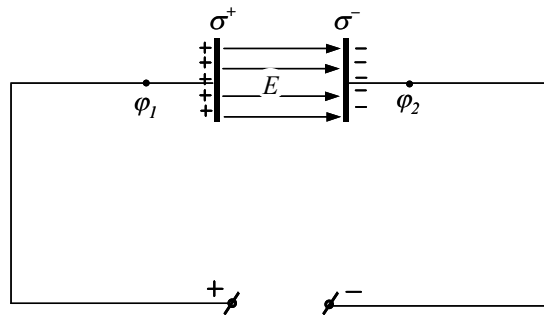

Рис.1
Емкость проводника зависит от его формы, размеров его поверхности, от диэлектрической проницаемости окружающей среды и от расположения окружающих проводников. Большая емкость проводника позволяет накапливать большие заряды при низком потенциале. Большими емкостями обладают системы проводников, разделенные диэлектриком; такие системы называются конденсаторами (рис.1). Широкое применение в технике имеют конденсаторы
Известно, что для прохождения постоянного тока по цепи её необходимо замкнуть. Поскольку в конденсаторе между обкладками находится слой диэлектрика, то следовательно, постоянный ток через конденсатор проходить не будет. При подключении конденсатора к источнику постоянного тока с электродвижущей силой равной  $E$  (э.д.с.) к обкладкам конденсатора притечет некоторое количество электричества  $q = C \cdot E$  (рис. 1), после чего ток прекратится, так как на обкладках возникает напряжение  $U$ , равное по величине э.д.с. и обратного ей направления.
1. Соберите схему установки (рис. 1).
8. Рассчитайте значение неизвестной емкости конденсатора по формуле (6) и вычислите его среднее значение.
11. По расчетной формуле (6) подсчитать  $C_x^1$  и  $C_x^{11}$ .